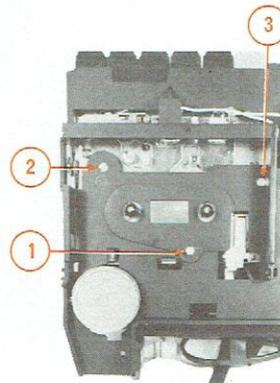

Fig. 3A
### D – DEPOSE DE LA PARTIE MECANIQUE DE L'ENREGISTREUR-LECTEUR - ACCES AUX PORTE-BOBINES ET AUX POULIES INTERMEDIAIRES (Fig. 3A et Fig. 3B)
- 3° - Enlever les vis (1), (2) et (3) (Fig. 3A).